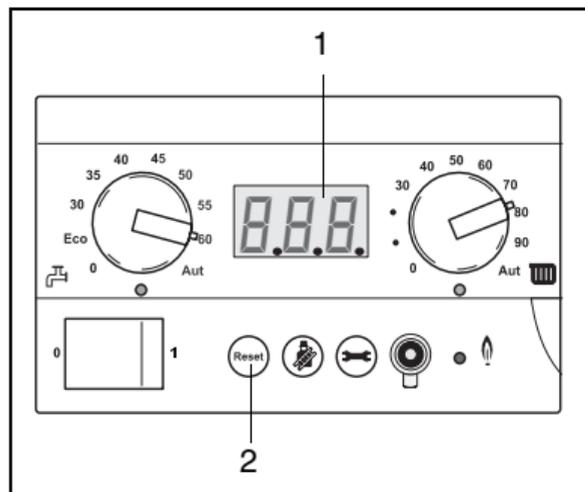

Fig. 9 BC 10 - Segnalazione condizioni operative e messaggi di errore
Le condizioni operative, oppure eventuali errori, vengono visualizzati sul display (fig. 9, pos. 1). In normali condizioni operative la temperatura dell'acqua di riscaldamento viene visualizzata sul display del quadro BC 10. Sempre sul quadro del BC 10 si ha la possibilità di visualizzare la condizione operativa o un eventuale errore premendo una o più volte il tasto di servizio. La segnalazione è costituita da due simboli.